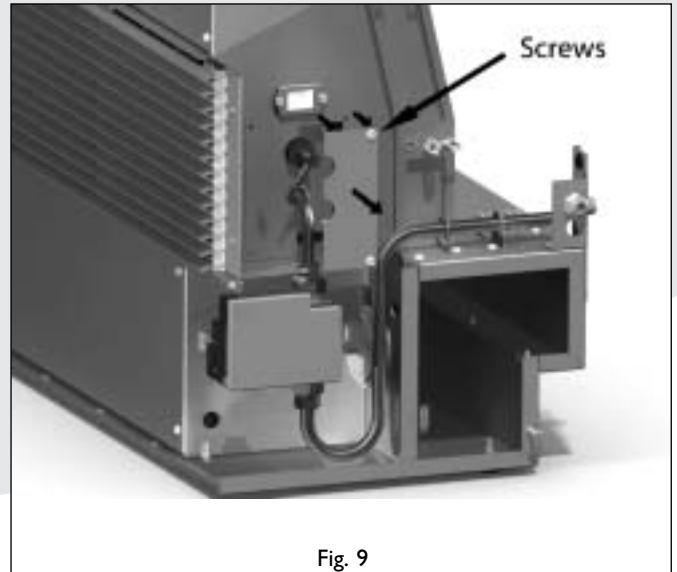

Fig. 9
- Draai de 4 schroeven los van de afdekplaatjes die om de gasleiding en ontstekingspen zitten (zie Afb. 9).